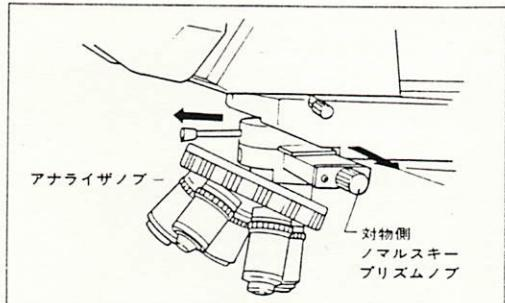

図10
- 2) アナライザ及び対物側ノマルスキーブリズムを光路より外します。(図10)
- 8) 対物レンズをDIC $40\times$ に切り替え、視野絞り像が図10-Ⅱのように、接眼レンズとほぼ同じになるように、絞りの大きさを調整します。偏心している場合は心出しねじで正しく心出します。